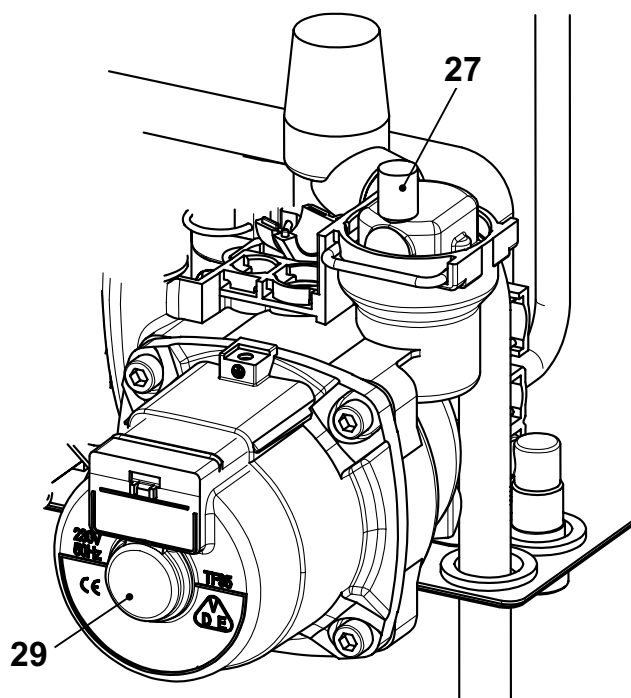

Figura 6.3 Aprire i rubinetti dei radiatori.
- Alzare il tappo della valvola di sfiato automatica 27 in Figura 6.3 .
- Togliere il tappo 29 in Figura 6.3 e sbloccare la pompa ruotando il rotore con un cacciavite.